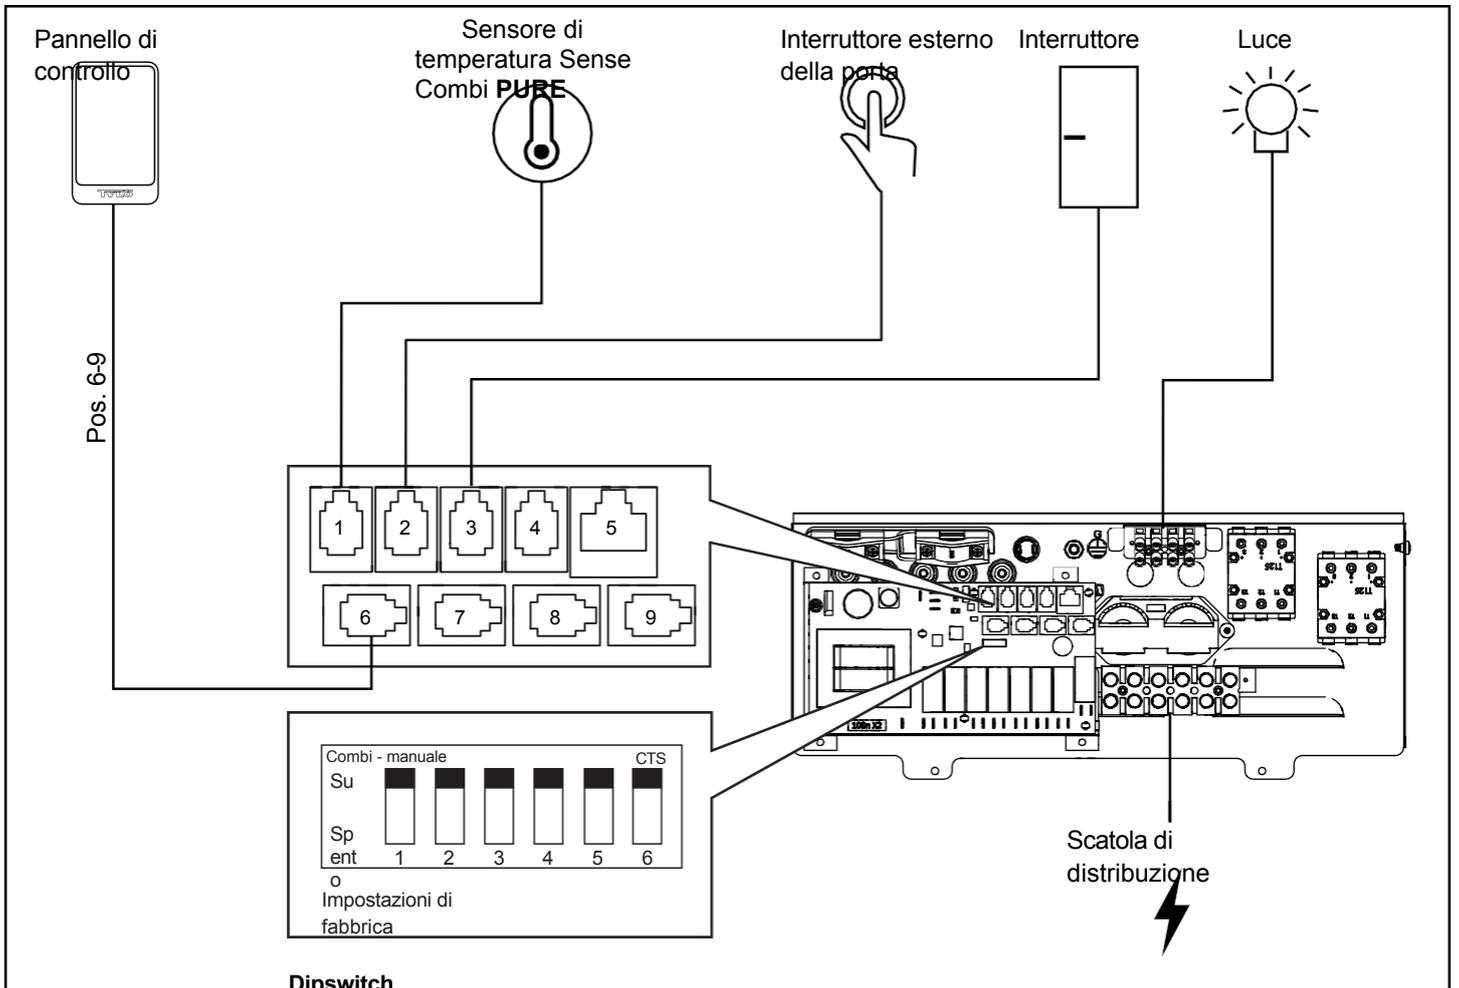

Figura 20. Schema di installazione di Sense Combi Pure
6. **Combi Pure:** Collegare il cavo del sensore al contatto NTC sulla scheda di circuito (posizione 1) (vedere Figura 20).